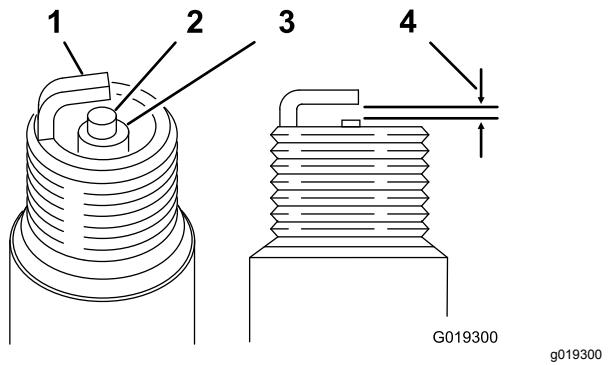

图33
空隙 0.70 0.80mm 请参阅 图33
3. 将空隙设定为 0.70 0.80mm (图33)。